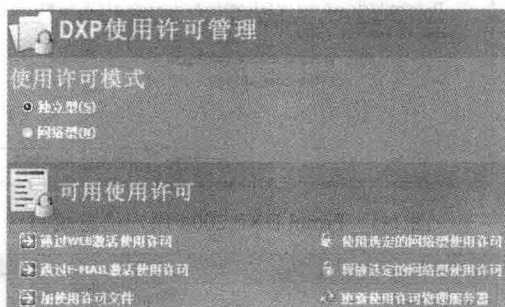

图 1-12 “DXP 使用许可管理”界面
(8) 双击软件图标，进入 Protel DXP 2004，在标题栏中单击 DXP，选择 DXP→“使用许可管理”命令，进入“DXP 使用许可管理”界面，如图 1-12 所示，许可文件分为“独立型”（单机